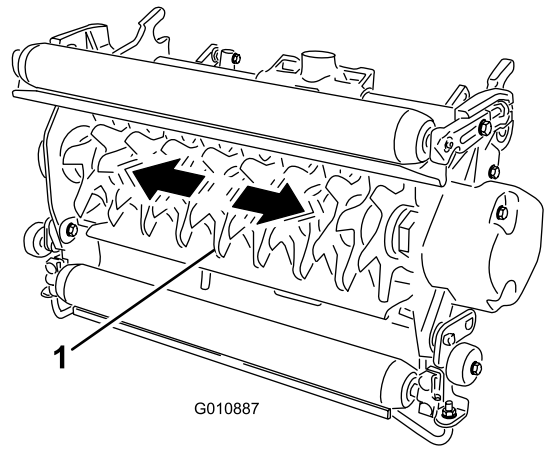

Bild 16
1. Halten Sie die Spindelwelle fest und versuchen Sie, die Spindeln seitlich zu bewegen (Bild 16).